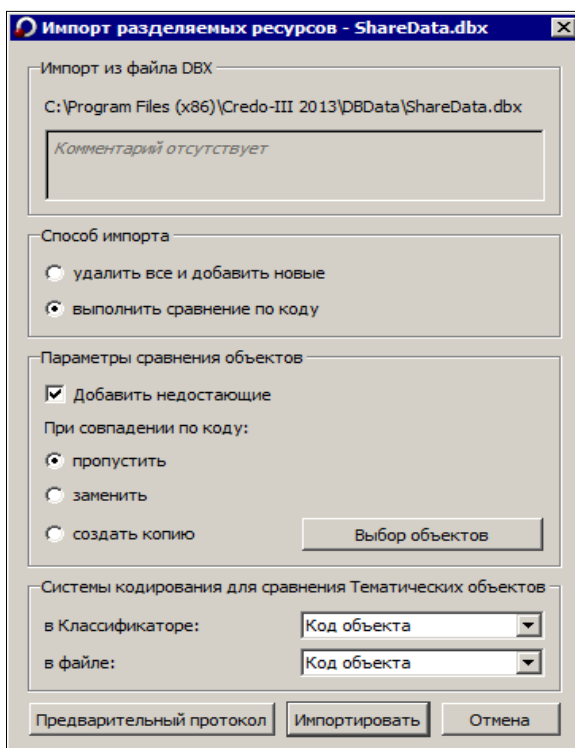

Рис. 13.15
Для выполнения импорта служит команда **Данные/Импорт разделяемых ресурсов** первоначального меню системы. В результате импорта заполняется библиотека разделяемых ресурсов, с которой потом и работает система. Если РР импортируются в уже существующую библиотеку, то выполняется сравнение элементов в файле DBX и в этой библиотеке. Предусмотрено два способа импорта (рис. 13.15):
- элементы, коды которых совпали, пропустить, заменить или создать их копию (рис. 13.15).
Перед началом импорта можно просмотреть протокол, в котором отображается статистическая информация по импортированным объектам – кнопка **Предварительный протокол** (рис. 13.15).